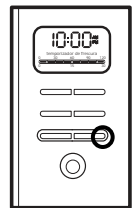

Figura 10
5. Oprima el botón “Limpiar” hasta que la luz roja indicadora de la función “Limpiar” se encienda (Figura 10). Para su conveniencia, el ciclo de limpieza es automático. El ciclo completo tomará de 45 a 60 minutos.